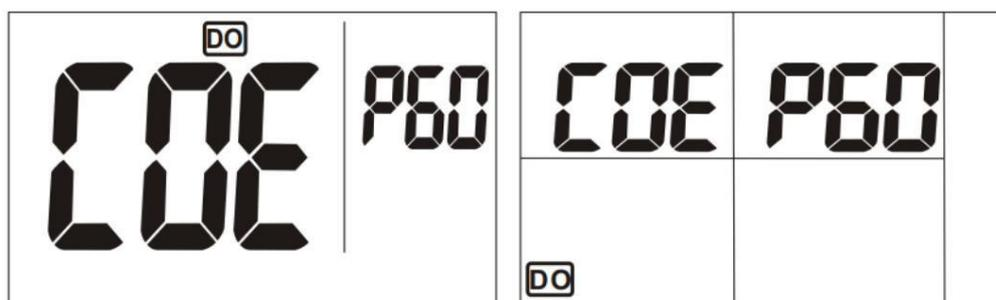
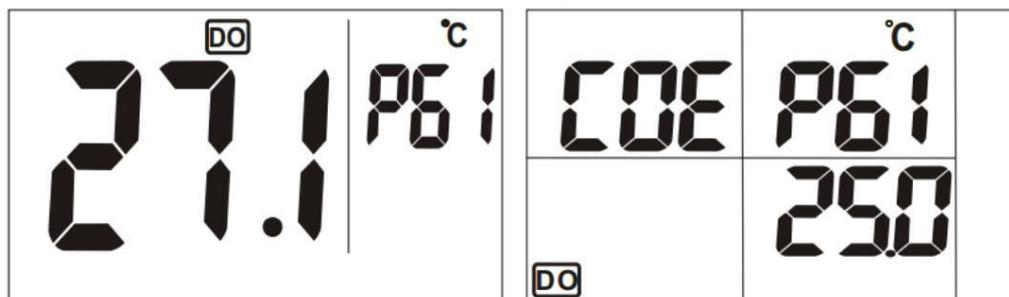

Рис. 10
Рис. 11
1. Войдите в режим установки и в режиме установки нажмите кнопку **ENTER** или **↵**, чтобы войти в экранный режим P60 (рис. 10). Нажмите кнопку «ENTER» для отображения экрана P61 и просмотра температуры калибровки растворенного кислорода (рис. 11). Это значение поможет судить о первопричине в случае появления на дисплее кода ошибки E21. Надпись E21 означает разницу в 10 градусов Цельсия между измеренным значением температуры и температурой калибровки.